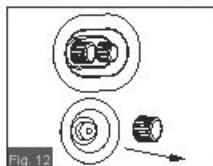

Fig. 12
4. Med slangen placerad i det valda tömringsområdet, ska du avlägsna det undre locket inuti massagepoolen för att släppa ut vatten. Då vattenståndet minskar under massagepoolens undre luftkammare, skruvar du loss SID-ventilen motsols från underlaget för att släppa ut luften ur kammaren, vilket gör att massagepoolen kan tömmas ordentligt. (Se Fig 12.)